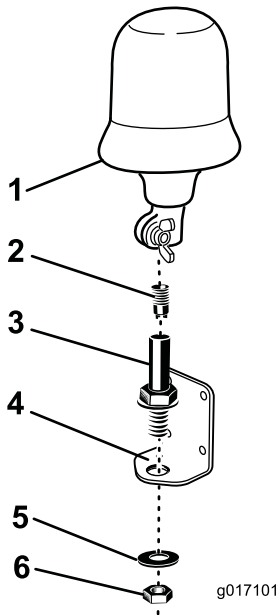

Figura 4
7. Monte el conjunto de la baliza al soporte de la baliza (Figura 4).
8. Enchufe la baliza en la base y apriete la tuerca de orejeta (Figura 4).
4. Retire el conector de la baliza de la base de la baliza (Figura 4).